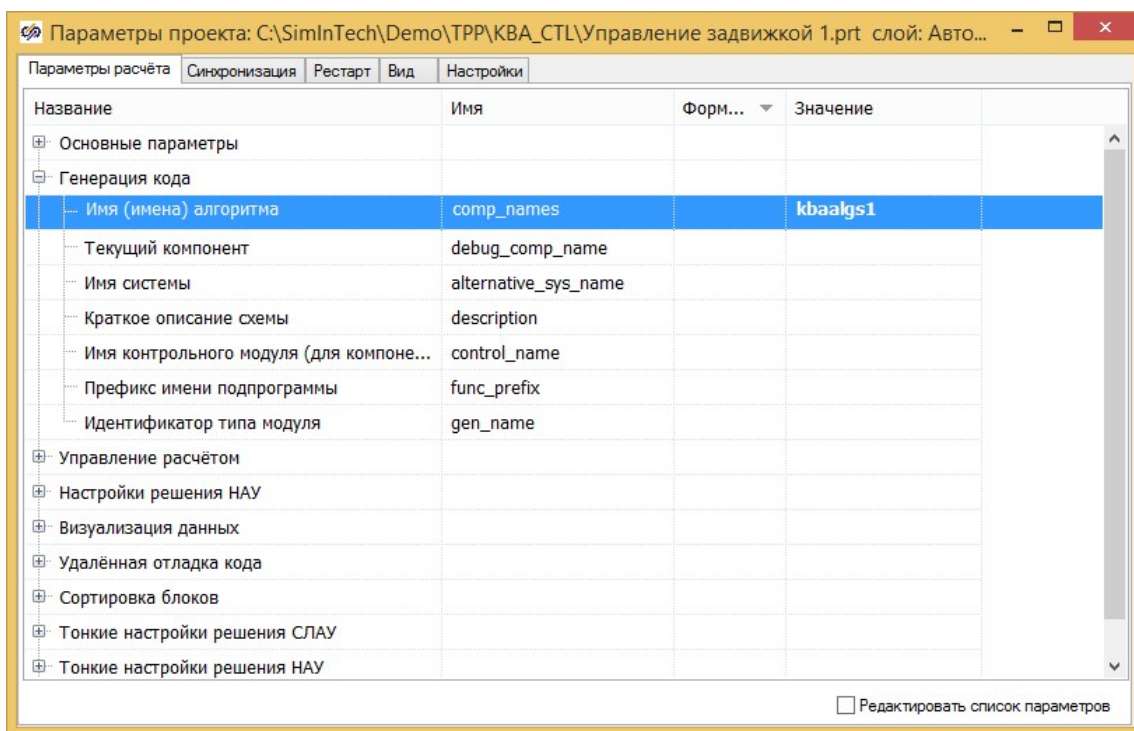

Рисунок 27 – Задание имени алгоритма в параметрах проекта
2. Настроим каждый из созданных проектов. Для этого зайдём в каждый проект по отдельности и укажем в параметрах расчета проекта в строке «**Имя (имена) алгоритма**» следующие имена (Рисунок 27):